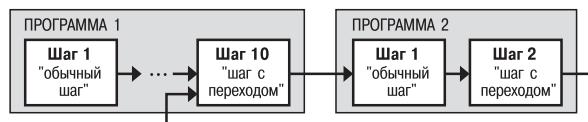

Рис. 3. Примеры Программ, которые можно реализовать с помощью различных типов Шагов
- Программу, состоящую более чем из 10 Шагов (рис. 3, б, г);
- Программу, работающую по бесконечному циклу (рис. 3, в, г).
Нециклическая Программа в TPM151-03 (рис. 3, а, б) состоит из последовательности «обычных шагов» и «шагов с переходом», которая заканчивается Шагом типа «конец программы».